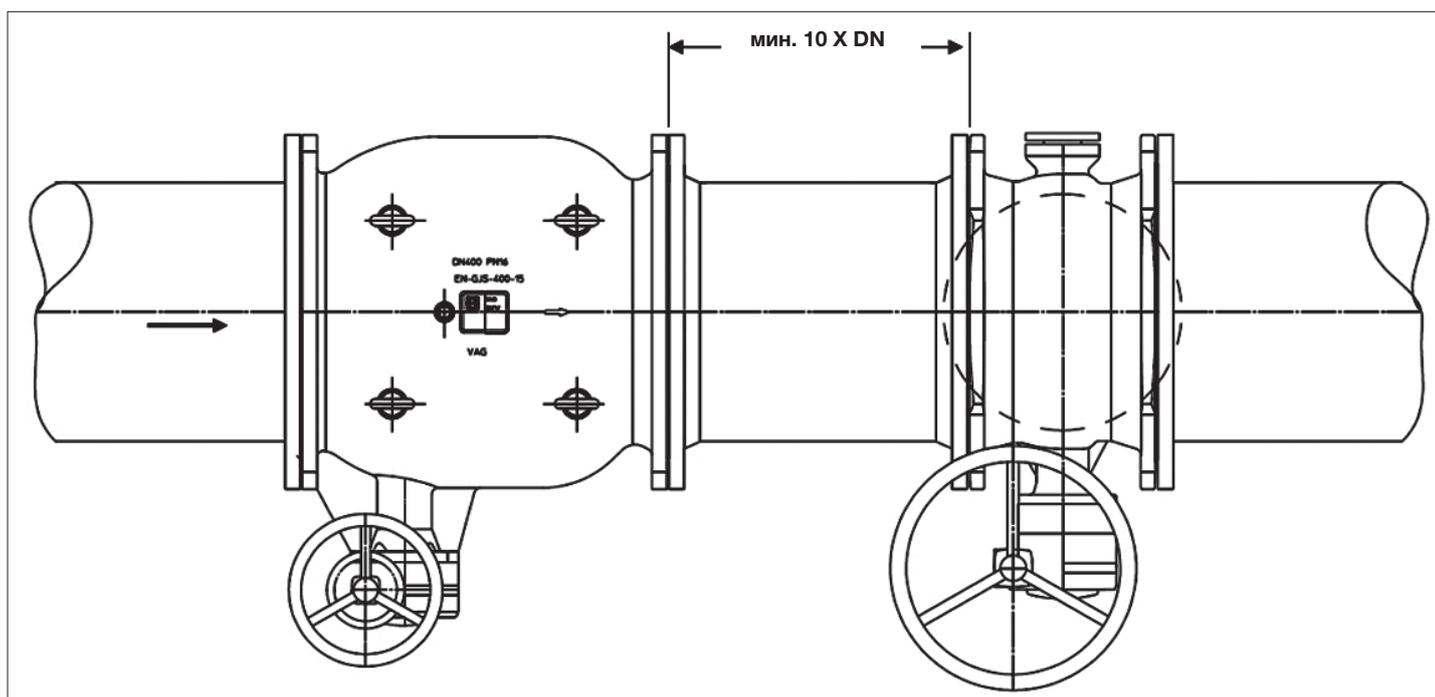

рис. 7: Монтаж затвора VAG EKN® после регулирующего клапана
- При установке поворотного затвора после регулирующего или плунжерного клапана расстояние должно быть не менее Ду x10. (Рис.7)